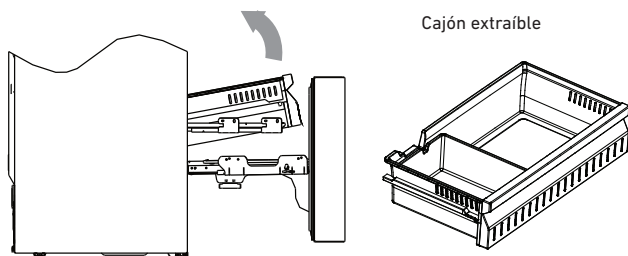

Figura 8
- 3) Tire de las guías de deslizamiento todo lo que pueda y empuje el cajón extraíble hacia adelante hasta que este se separe de las mordazas de soporte que hay en las guías de deslizamiento. Consulte la Figura 8.